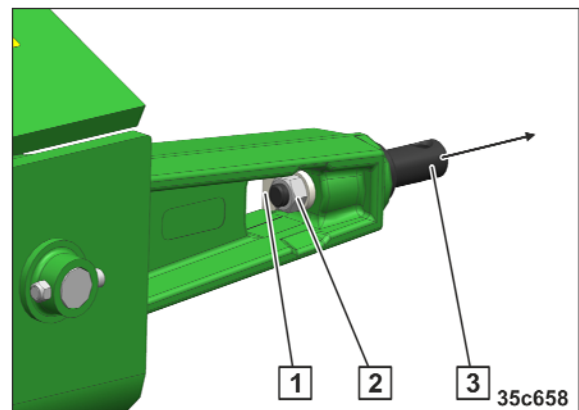

Fig. 113
1. Die Mutter (Fig. 113/2) lösen und entfernen.
2. Das Sicherungsblech (Fig. 113/1) entfernen.
3. Den Unterlenkerzapfen (Fig. 113/3) entfernen.